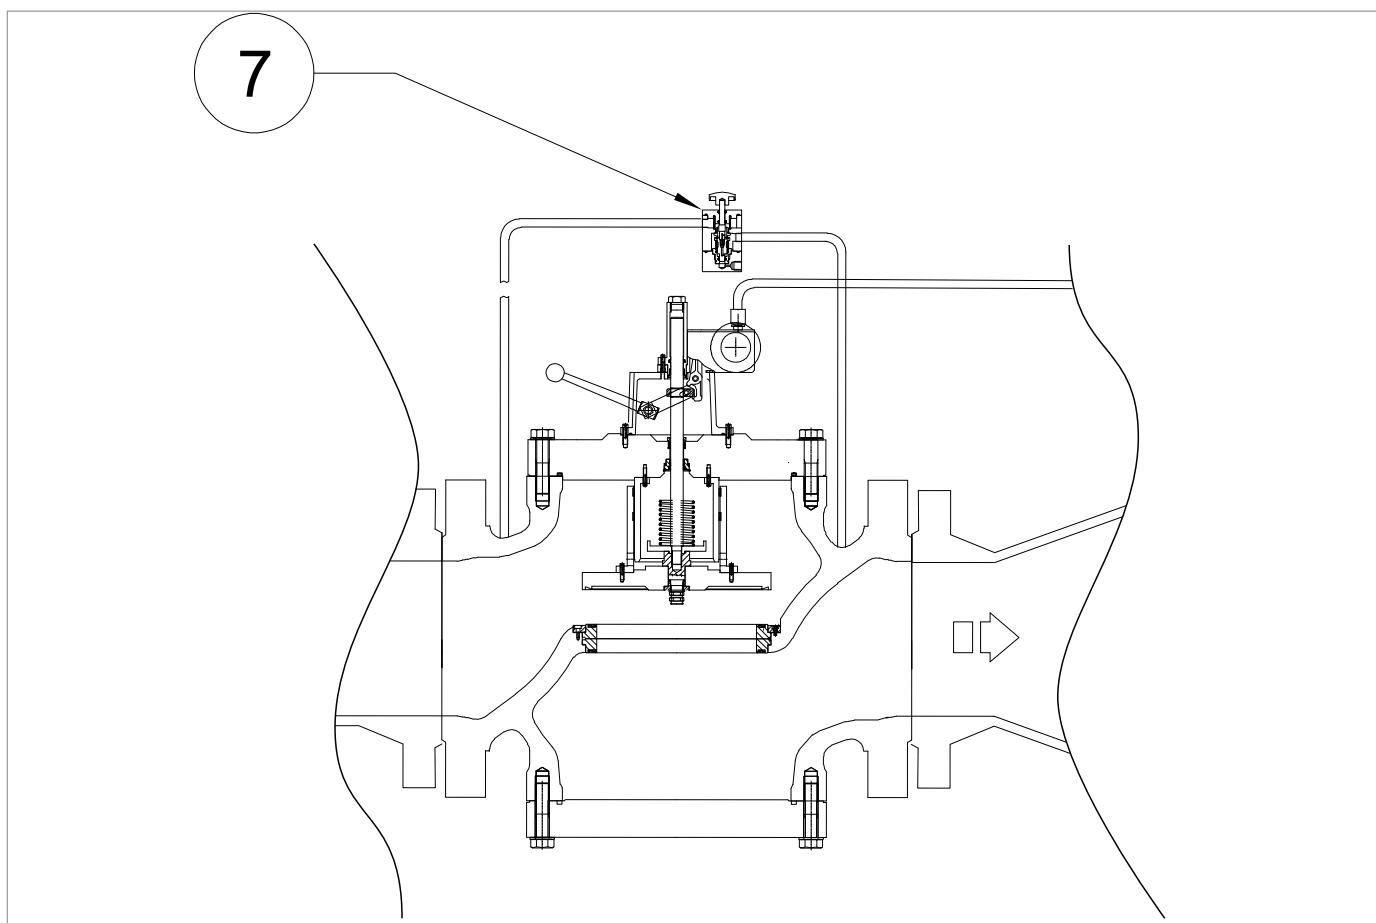
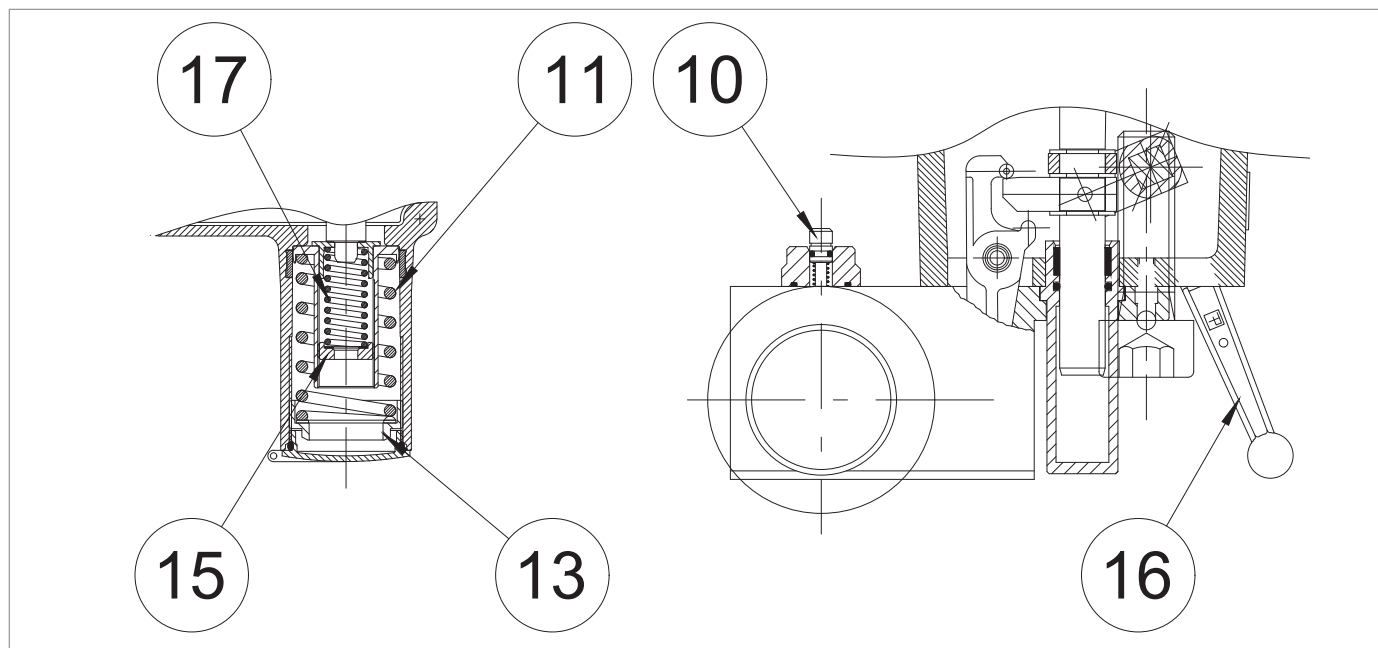

Fig. 8.13. Dettaglio by pass HP2/2 valido solo per 10"
Fig. 8.15. Taratura dei pressostati Mod.100
2	<p>Verificare che la valvola di blocco (3) sia in posizione di chiusura.</p> <div style="border: 1px solid black; padding: 5px;"> <p> AVVISO!</p> <p>Se la valvola di blocco (3) è in posizione di apertura, chiuderla tramite pulsante manuale (Fig. 8.15, rif. 10).</p> </div>
5	<p>a- VALIDO DA 1” A 8” Pressurizzare lentamente la linea di trasporto o di regolazione, agendo sulla leva di riarmo (Fig. 8.15, rif. 16) della valvola di blocco (fare riferimento alla sezione “Funzionamento” del par. 4.2), controllando che la pressione di valle (Pd) indicata dal manometro di valle (5) sia inferiore del 20% del valore di intervento del pressostato.</p> <p>b- VALIDO SOLO PER 10” Pressurizzare lentamente la linea di trasporto o di regolazione, premendo il pulsante del by-pass HP2/2 (Fig. 8.13, rif. 7) della valvola di blocco (fare riferimento alla sezione “Funzionamento” del par. 4.2), controllando che la pressione di valle (Pd) indicata dal manometro di valle (5) sia inferiore del 20% del valore di intervento del pressostato.</p>